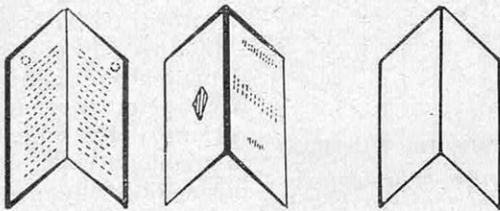

FIG. 40, 41 ET 42. — LE LIVRE DE MACH
1° La plus simple a été décrite par le grand physicien autrichien Ernst Mach (1838-1916) ; elle est connue sous le nom de *livre de Mach* (1886) et représentée par la figure 42 : est-ce la tranche (fig. 40) ou le dos (fig. 41) qui est tourné vers nous ? Voici les indications que donne le psychologue américain E.-B. Titchener : « Si vous fixez une ligne extérieure (1) ou si vous déplacez votre regard de l'extérieur de la figure vers l'intérieur, vous verrez le livre ouvert de votre côté (2). Si, au contraire, vous fixez la ligne médiane (1) ou si vous déplacez votre regard de l'intérieur vers l'extérieur, c'est le dos du livre que vous verrez (3). Et, si vous pensez que le livre se
(2) Apparence de la figure 40.
Grâce aux détails qu'elles comportent, les figures 40 et 41 évoquent respectivement un livre dont l'intérieur est tourné vers nous et un livre dont nous voyons la couverture. En l'absence de tout repère (fig. 42), on perçoit tantôt l'une, tantôt l'autre de ces apparences. C'est ce que l'on nomme une perspective réversible.